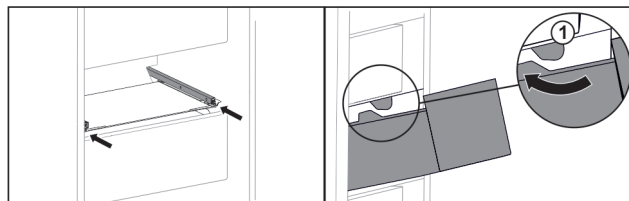

Fig. 115
- ▶ Før skuffen omkring stoppene Fig. 115 (1).